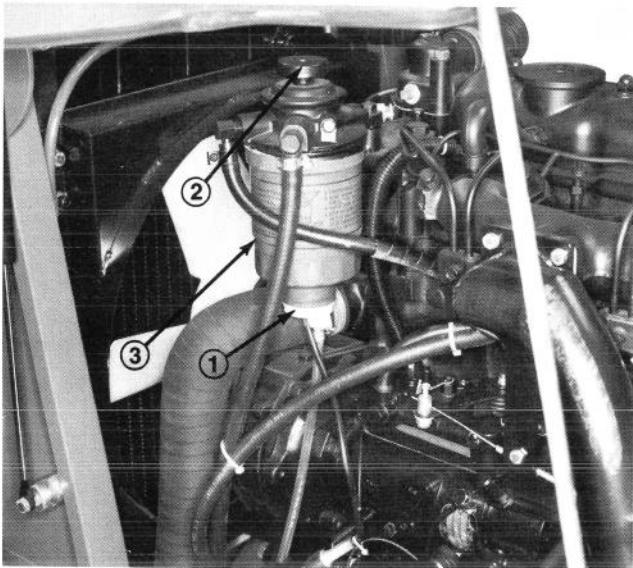

Fig. 36
1. Spurgare l'acqua dall'impianto di alimentazione del carburante (Fig. 36) – Spurgare l'acqua dall'impianto di alimentazione del carburante ogni giorno, oppure quando la spia indica la presenza di troppa acqua. Per spurgare, allentare l'ugello di spurgo in fondo al filtro del carburante. Spurgare l'acqua in un recipiente fin quando non si vedrà che il carburante (Fig. 36).